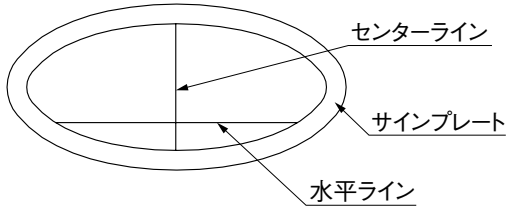

図5-1
- ① サインプレートにあとから消せる物で、センターラインと水平ラインを引いてください。(図5-1参照)